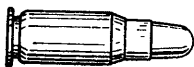

Рис. 72. Боевой патрон
**104.** Боевой пистолетный патрон (рис. 72) состоит из гильзы, капсюля, заряда и пули.